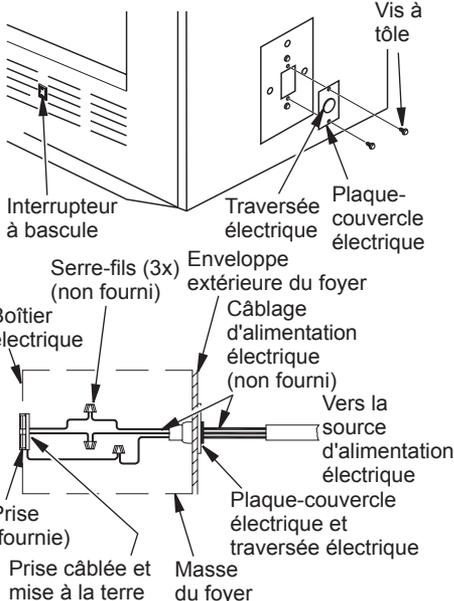

Figure 6 - Traversée électrique d'interrupteur de ventilateur
Un prêt-à-monter de ventilateur ou de souffleur pour ce foyer est offert en option (modèles à circulation uniquement). L'utilisation de ventilateurs ou de souffleurs autres que ceux qui sont fabriqués par FMI PRODUCTS, LLC annulent la garantie. Le ventilateur fonctionne en appuyant sur un interrupteur à bascule (voir figure 6) situé dans le coin inférieur droit de la façade du foyer. Le souffleur fonctionne en tournant un bouton de réglage (pas illustré).
Les raccordements électriques du prêt-à-monter de ventilateur et de souffleur se font par la plaque-couvercle électrique située sur le côté du foyer comme illustré à la figure 6.
1. Enlevez la plaque-couvercle électrique et sa traversée du foyer en retirant les deux vis à tôle comme illustré à la figure 6, page 6.
3. Faites glisser les raccordements électriques dans le boîtier électrique comme illustré à la figure 6, page 6.